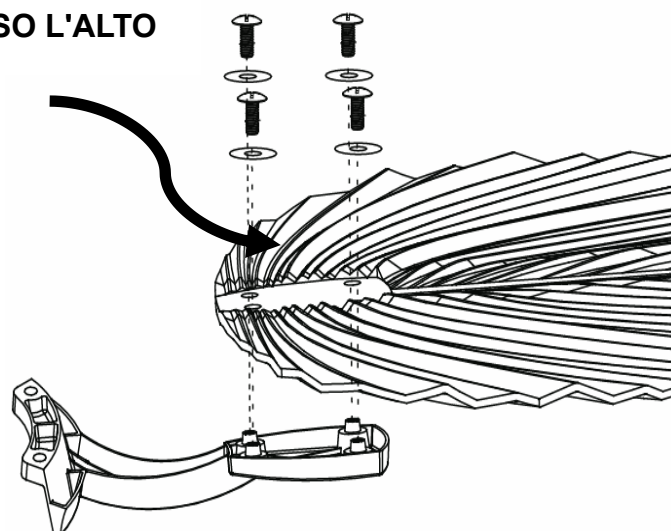

Fig. 5.1
1. Fissare una pala alla staffa della pala serrando le 4 viti con rondella per staffa della pala. Prestare attenzione al corretto orientamento della pala: la scritta "THIS SIDE UP" deve trovarsi accanto alle teste delle viti (Fig. 5.1).